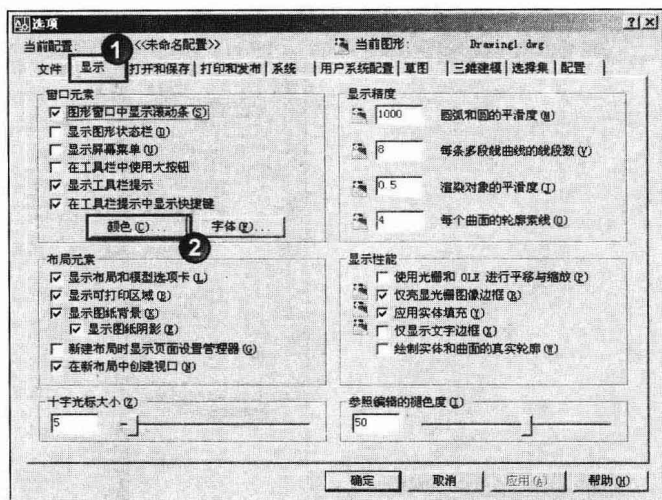

图 1-7 打开“选项”对话框
Step 1 执行“工具”/“选项”菜单命令, 系统弹出“选项”对话框, 在“显示”选项卡中单击  按钮, 如图 1-7 所示。